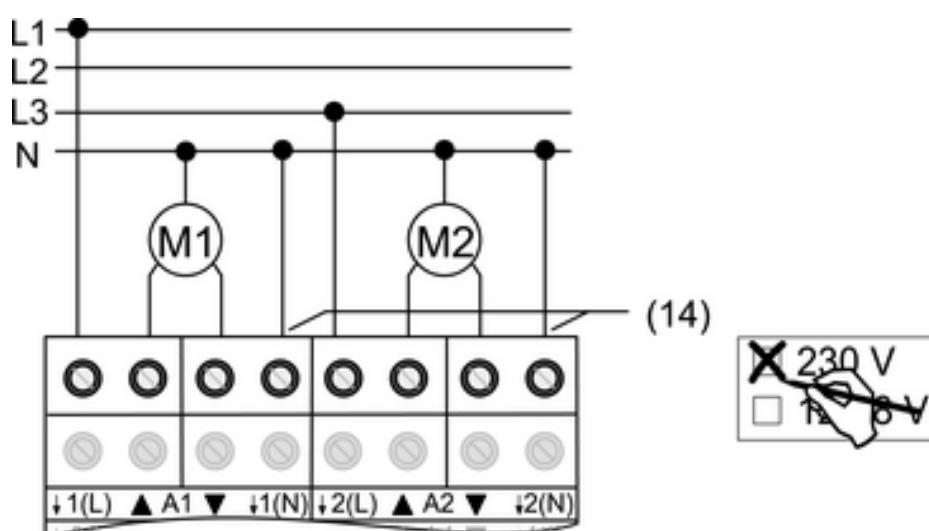

Figura 7
- Conectar el motor (figura 7).
- Conectar los conductos N del correspondiente motor en los bornes de los conductos N (14) (figura 7). Préstese atención al cableado con protección diferencial.
- Indicar en la etiqueta que se está utilizando el modo **230 V** (figura 7).